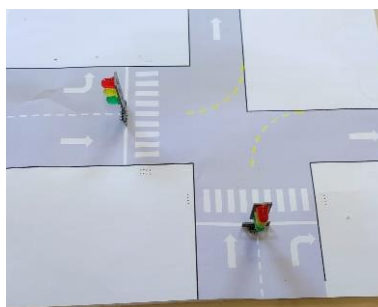

Figura 14
- realizzando del disegno di tracciato stradale e della piattaforma su cui posizionare i vari componenti. Questo sistema richiede più tempo perché comporta anche una parte di realizzazione grafica e la costruzione del pannello su cui inserire i vari elementi (**Figura 14 e 15**)